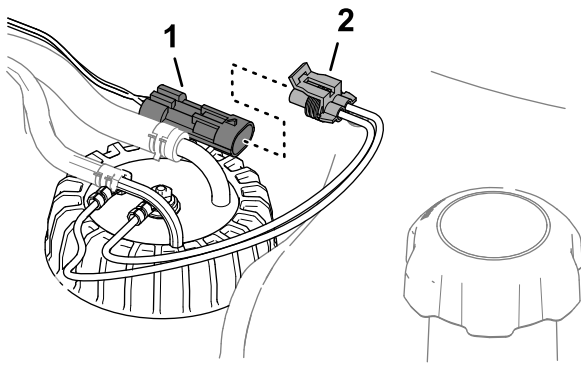

Figura 130
6. Conectați conectorul fasciculului de cabluri al transmiătorului pentru combustibil la conectorul fasciculului de cabluri al mainii (Figura 130).